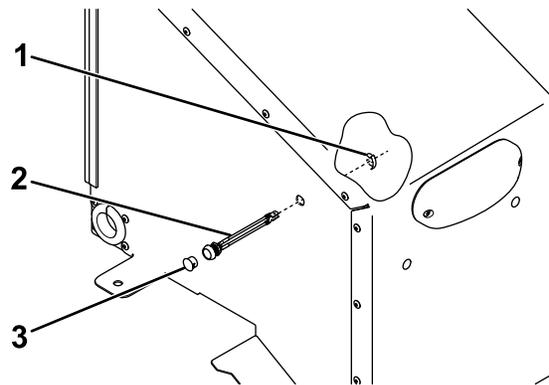

Bild 5
11. Setzen Sie die Lichtbaugruppe durch die Bohrung ein und befestigen Sie diese mit dem Halteclip (**Bild 5**).